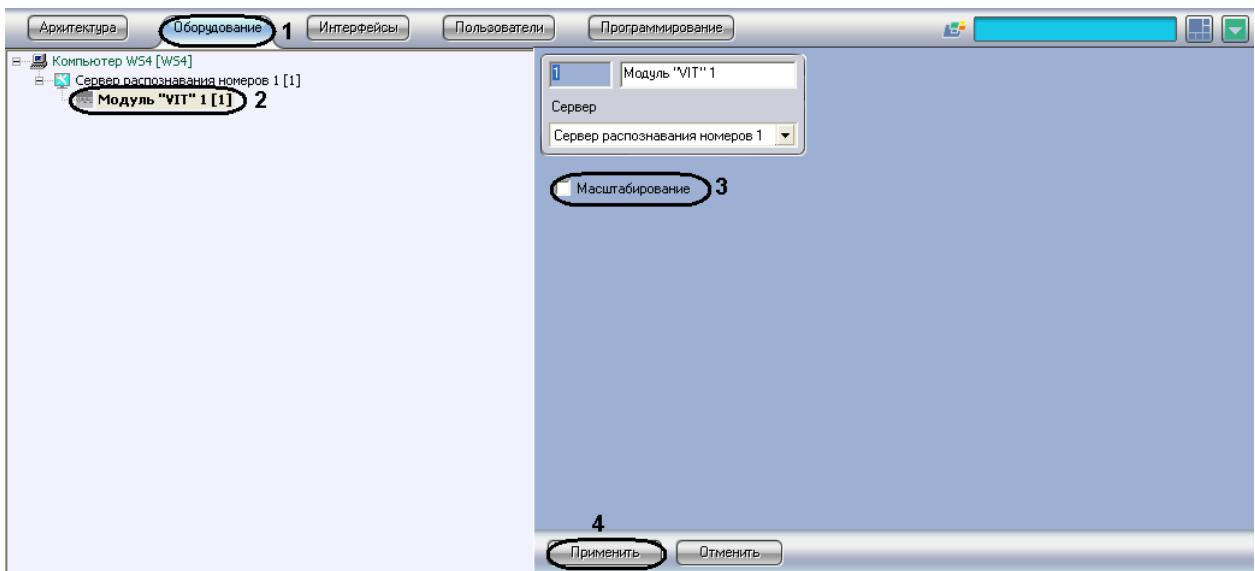

Рис. 7.2—6. Настройка программного модуля «VIT»
2. В дереве объектов на вкладке «Оборудование» выбрать объект «Модуль „VIT“», соответствующий настраиваемому программному модулю «VIT» (Рис. 7.2—6, 2). В правой части вкладки «Оборудование» отобразится панель настройки выбранного объекта.
3. Для повышения скорости распознавания номеров у мегапиксельных видеокамер без потери качества распознавания установить флагок «Масштабирование» (см. Рис. 7.2—6, 3).